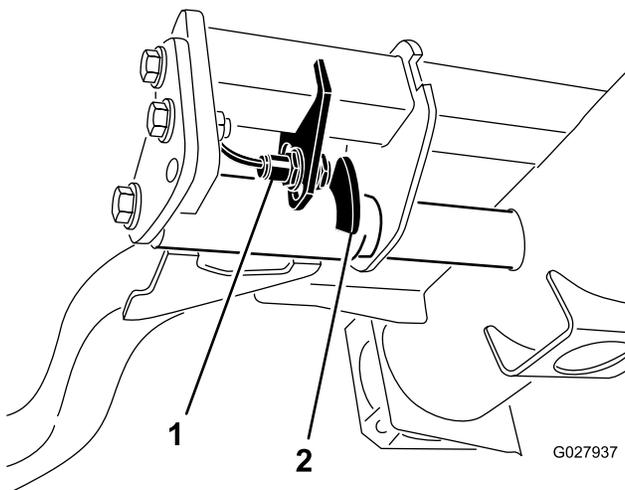

Рисунок 36
2. Ослабьте крепежные винты переключателя подъемного рычага (Рисунок 36) и переместите переключатель вниз, чтобы увеличить высоту поворота подъемного рычага, или переместите переключатель вверх, чтобы уменьшить эту высоту. Затяните крепежные винты.
Примечание: Переключатель расположен под гидравлическим баком позади переднего правого подъемного рычага (Рисунок 36).